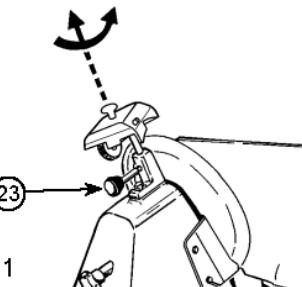
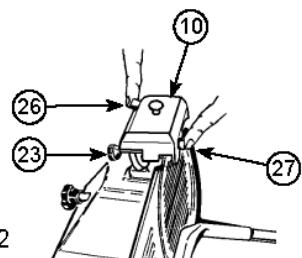

Fig. 1
Fig. 2
- Scollegare. • Verificare che la paratia mobile sia chiusa (manopola graduata (6) in posizione "0"). • Pulire accuratamente la parte della lama da affilare. • Reinserire la spina. • Allentare la manopola di bloccaggio (23) del gruppo affilatoio (10). • Sollevare il gruppo affilatoio (10), ruotandolo di 180 ° in modo che entrambe le ruote siano in posizione di lavoro. Vedere la Fig. 1. • Abbassare il gruppo affilatoio (10) fino a quando non si blocca. • Fissare il gruppo ruotando la manopola di bloccaggio (23). Vedere la Fig. 2. • Accensione. • Premere il pulsante (26) e lasciare andare la lama per circa 1 minuto. Quando la lama è ancora in funzione, controllare per vedere se qualche bava si è formata sul bordo. • Dopo aver verificato la presenza di sbavature, cliccare l'interruttore (5) su e il pulsante (27) premere delicatamente per circa